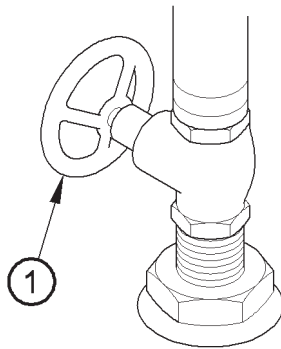

Abbildung 8
1. Stellen Sie sicher, dass das Seeventil geschlossen ist (Abbildung 8, Nummer 1 zeigt ein typisches Beispiel).